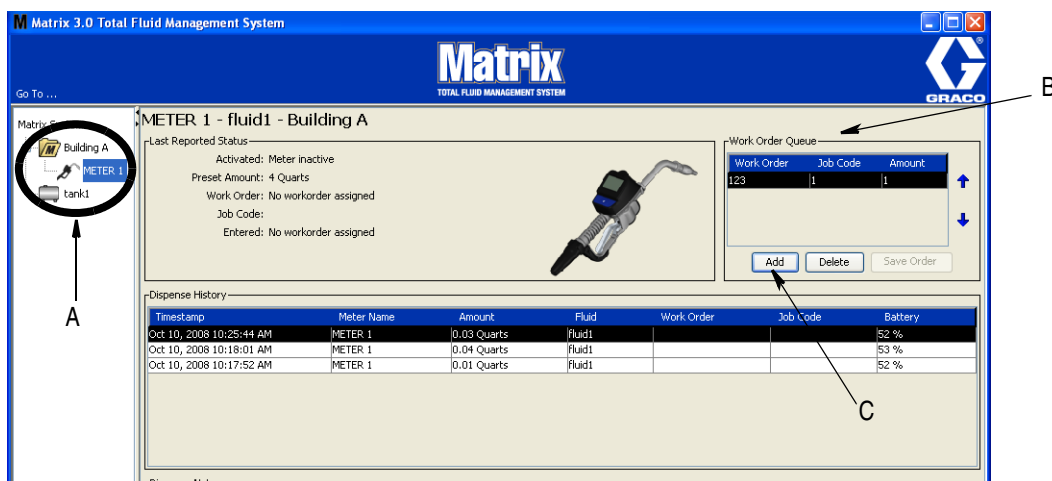

FIG. 186
1. Dans la zone Groupes Définis par l'Administrateur du Système de l'écran principal de Matrix (A), sélectionnez le compteur auquel vous envoyez l'ordre d'exécution (FIG. 186).
2. Dans la section File d'attente d'ordre d'exécution (B) de l'écran, cliquez sur le bouton Ajouter (C) (FIG. 186). Une liste des ordres d'exécution disponibles pour ce compteur s'affiche.